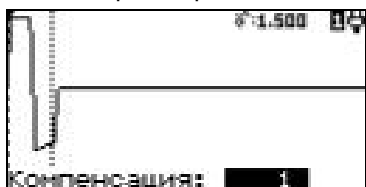

Рисунок 14
6.3.15 Включение импульса компенсации производится кнопкой "КОМПЕНСАЦИЯ \triangleright " начиная с диапазона измерения расстояния 800 м (рисунок 14). Длительность импульса компенсации устанавливается кнопками "КОМПЕНСАЦИЯ \triangleleft , \triangleright " в пределах от 0 до 12 мкс в зависимости от величины установленного диапазона измерения расстояния.